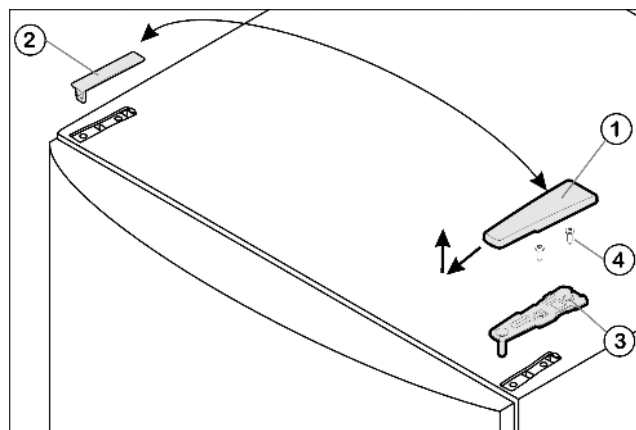

Fig. 4
- ▶ Потяните крышку Fig. 4 (1) вперед и вверх.
- ▶ Снимите крышку Fig. 4 (2).
- ▶ Открутите верхний опорный кронштейн Fig. 4 (3) (2 шт. Torx® 25) Fig. 4 (4) и вытяните вверх.
- ▶ Установите верхний опорный кронштейн *Fig. 4 (3)* на новой стороне шарнира и защелкните в дверце.
- ▶ Привинтите верхний опорный кронштейн (**с моментом 4 Нм**) (2 шт. Torx® 25) *Fig. 4 (4)*. При необходимости проделайте отверстия или используйте аккумуляторную отвертку.
- ▶ Наденьте и защелкните крышку *Fig. 4 (1)* и крышку *Fig. 4 (2)* на противоположной стороне снаружи.